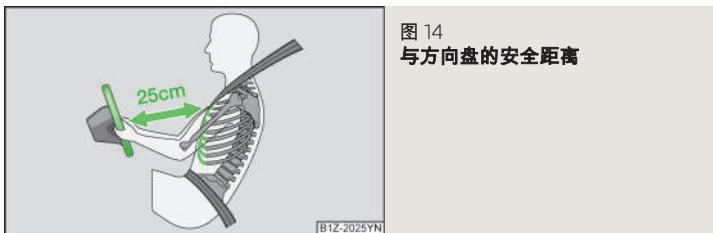

图 14
- 对驾驶员和前排乘员来说，与方向盘或仪表板保持至少 25cm 的距离非常重 要»图 14。如果您未与之保持上述最小距离，则安全气囊系统无法对您进行保 护，有受伤的风险！此外，还必须将座椅和头枕调整至与身材相适合的位置。